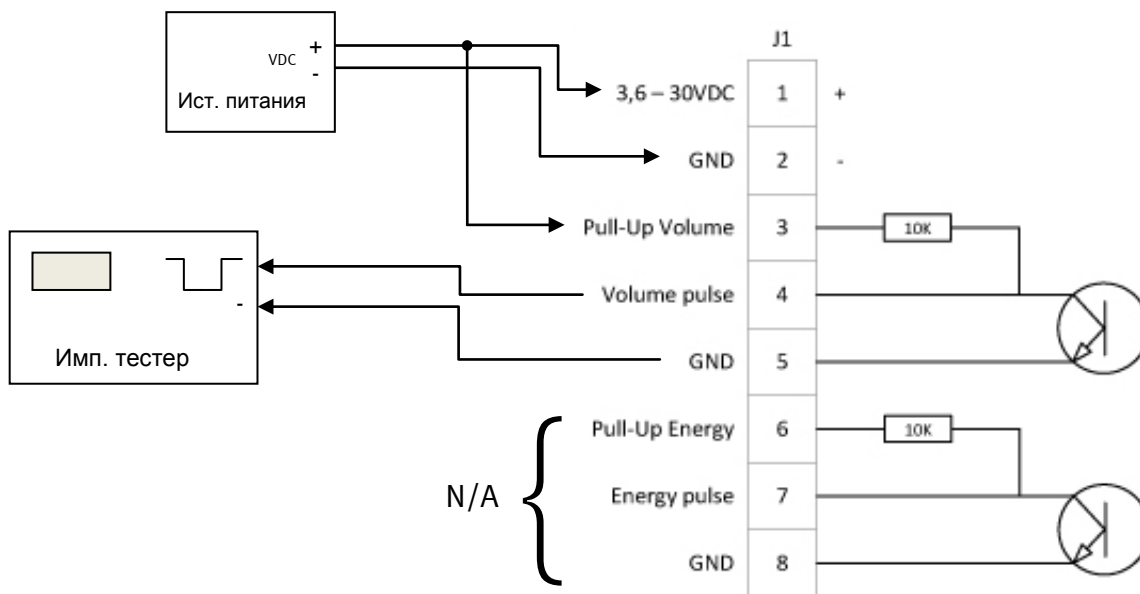

Рис. 8
- Подключение при помощи Импульсного тестера без источника питания. В этом случае необходимо использовать внешний источник питания для нагрузочного резистора. Сммотри рисунок 8.